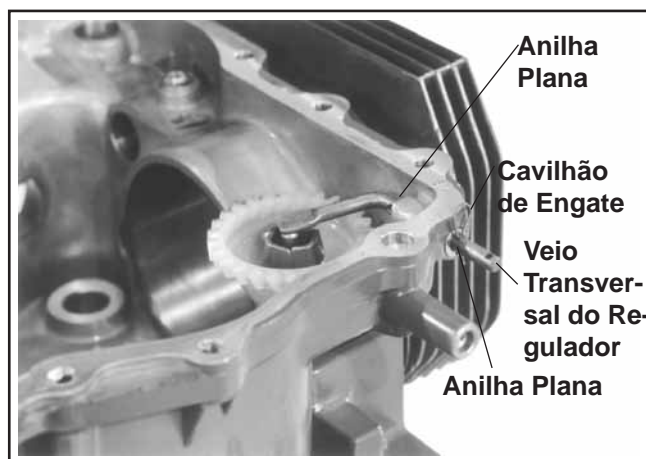

Figura 11-3. Instalar o Veio Transversal.
4. Instale uma anilha plana no veio transversal e insira o veio transversal (a partir de dentro do cárter) através do cárter e o vedante do óleo. Consulte a Figura 11-3.